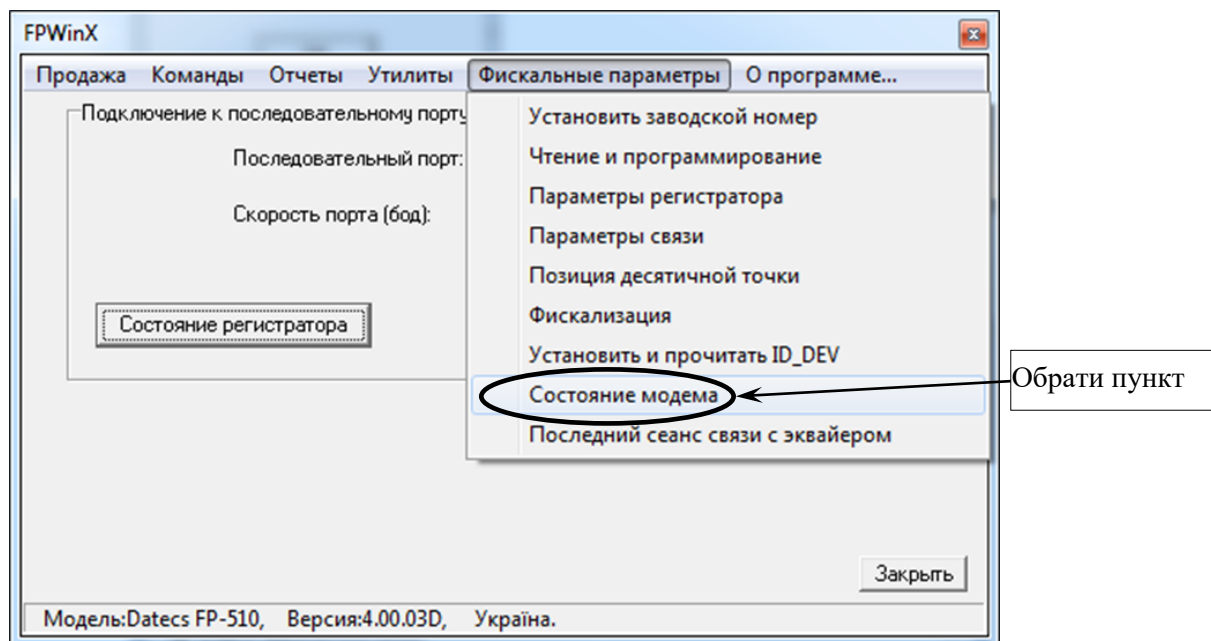

Рисунок 27
5.12 Перевірити стан модему реєстратора – у вікні програми «FPWinX.exe» обрати закладку «Фискальные параметры», далі у випадаючому меню обрати пункт «Состояние модема» (рисунок 27).